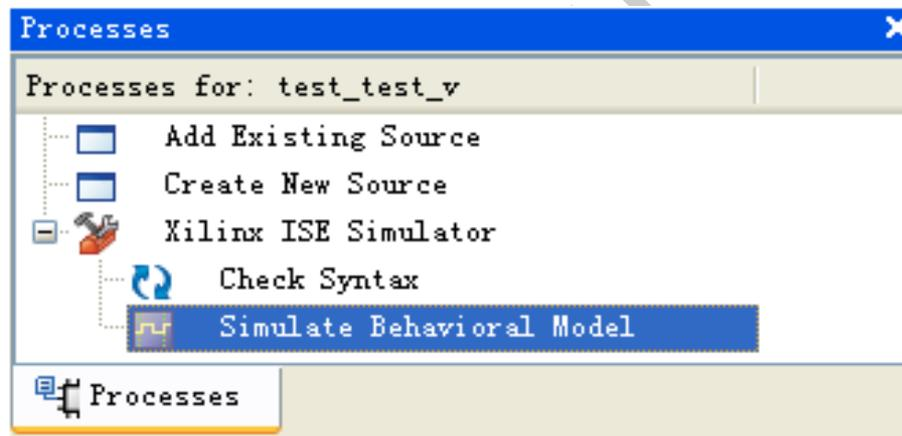
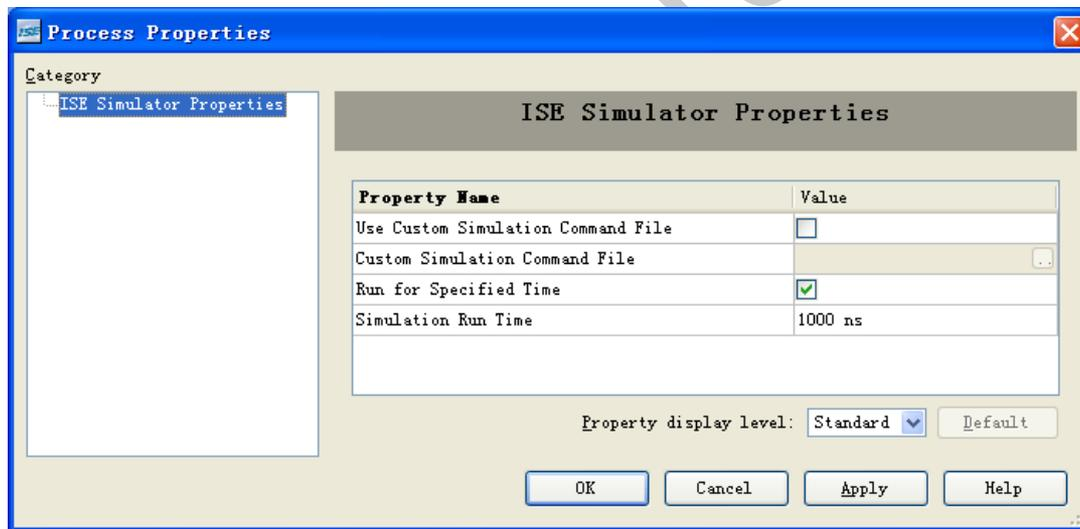

图13 仿真过程示意图
图14 仿真属性设置对话框
- 完成测试平台后。在工程管理区将“Sources for”选项设置为Behavioral Simulation，这时在过程管理区会显示与仿真有关的进程，如图13所示。
- 选中图13中Xilinx ISE Simulator下的Simulate Behavioral Model项，点击鼠标右键，选择弹出菜单的Properties项，会弹出如图14所示的属性设置对话框，最后一行的Simulation Run Time就是仿真时间的设置，可将其修改为任意时长，本例采用默认值。